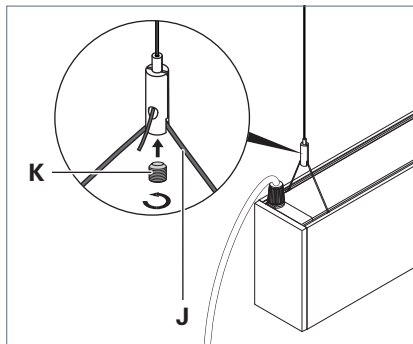

Fig. 5: Fissaggio dell'apparecchio al fermacavo.
- ▶ Portare il cavo metallico **J** dell'apparecchio nel fermacavo, vedi Fig. 5.